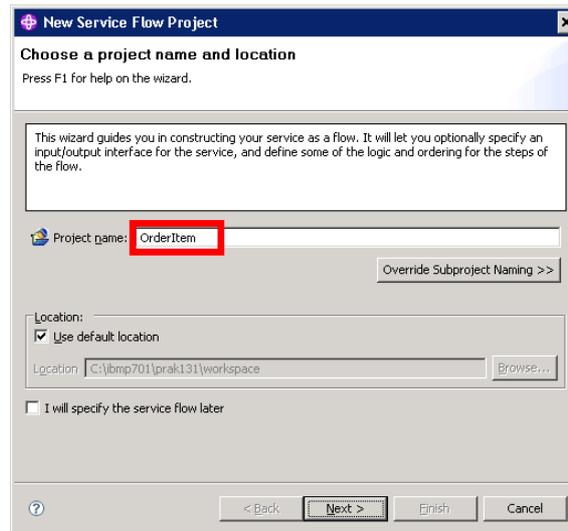

Abbildung 20
- Im ersten Schritt des Wizards muss der Projekt Name spezifiziert werden. Wir nennen unser neues Projekt **OrderItem** (Abbildung 20) und klicken auf **Next**.